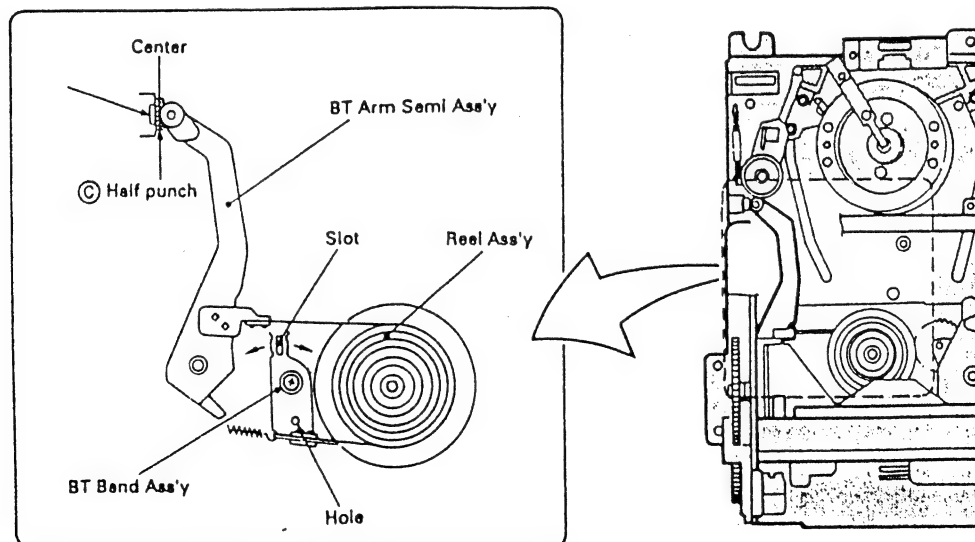

Fig. 2
2. IN THE PLAY MODE (Without a Tape) (Fig. 2)